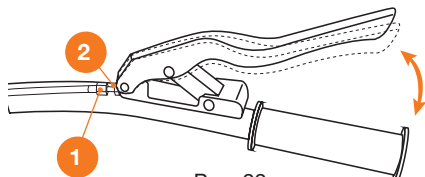
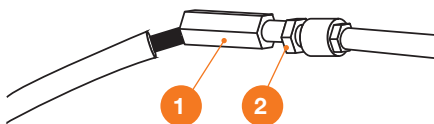

Рис. 22
Рис. 23
- Измерьте свободный ход на рычаге сцепления. Свободный ход должен составлять 3-5 мм. (Рис. 22). Если свободный ход не соответствует требуемым параметрам, ослабьте фиксирующую гайку ② и подтяните или отпустите регулировочный винт ①, чтобы добиться необходимого свободного хода рычага сцепления. После регулировки затяните фиксирующую гайку ② (Рис. 23).